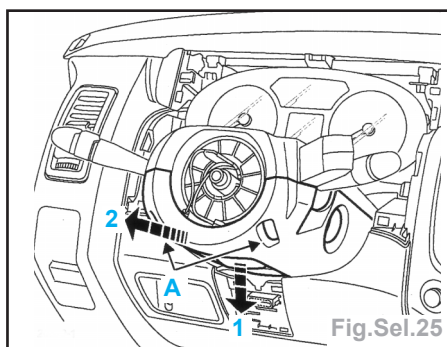

Fig.Sel.25
- Déposer les deux vis de fixation (A) des coquilles (Fig.Sel.25).